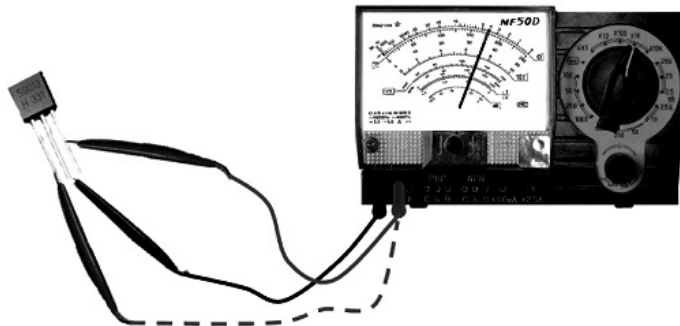

图 2-11 万用表判别三极管极性
(2)集电极、发射极的判别。在判定基极和管型的基础上,对余下的两个管脚,任意假设一个为集电极,另一个为发射极。用人体电阻代替基极电阻连接在基极和假设集电极之间,用黑(红)表笔接假设集电极,用红(黑)表笔接假设的发射极,观察万用表指针偏转角度;然后,再假设另一管脚为集电极,重复上述操作,比较两次偏转角大小,偏转角大的一次,假设集电极成立(NPN 型管子用黑表笔接假设集电极;PNP 型管子用红表笔接假设集电极)。判别实物图如图 2-11 所示。